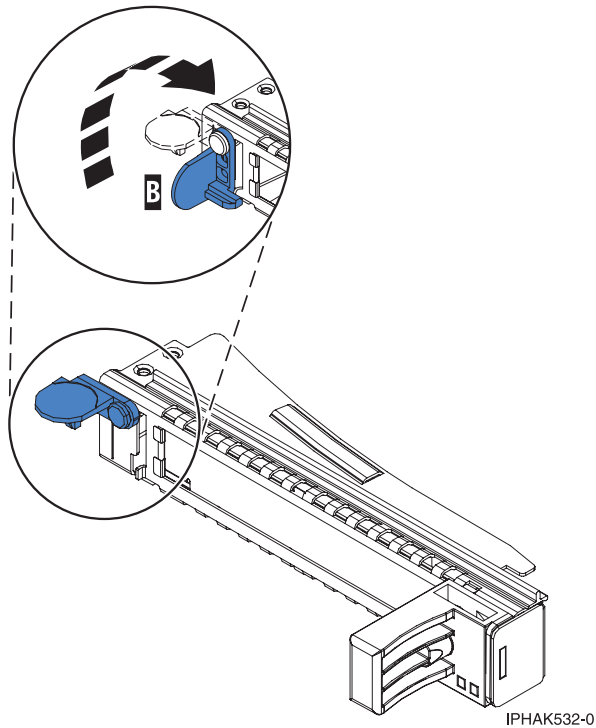

Abbildung 21. Kassettenhalteklemme öffnen
- a. Um den Haltesteg des Platzhalterelements zu entriegeln, drehen Sie die Verriegelung **(B)** am Haltestegende der Kassette wie in Abb. 21 auf Seite 21 dargestellt.